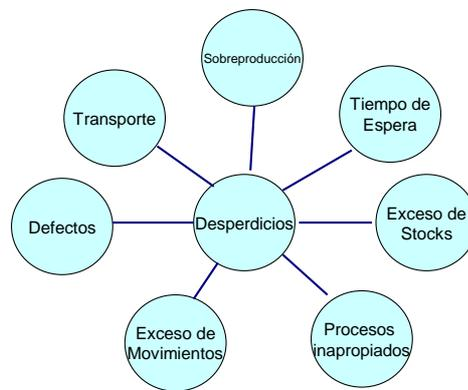

Figura 4: Los siete tipos de desperdicio (Melton, 2005).
2) **Eliminación del MUDA.** Taiichi Ohno definió el desperdicio o *MUDA* como todo lo que es adicional a los equipos, materiales, componentes y personal mínimo imprescindible para la producción. Hay 7 tipos básicos de desperdicio, tal y como se representan en la figura 4. El desperdicio puede resultar de la sobreproducción, tiempos de espera, transporte, inventarios, procesos, movimiento y defectos de productos. Estos mecanismos implican el trabajo en equipo y esta mejora del trabajo diario representa la forma de asegurarse de que el pensamiento *Lean* llegue a todos los trabajadores.